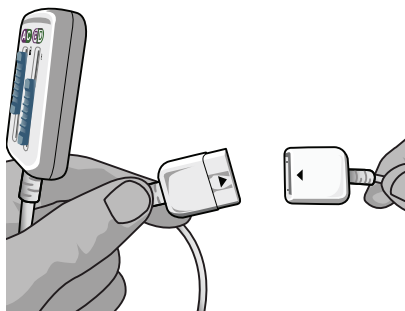

Рис. 4. Внешний пробный стимулятор 2, кабель для операционной 2 x 8 и удлинитель
1. Присоедините удлинитель кабеля для операционной к кабелю для операционной (рис. 4).